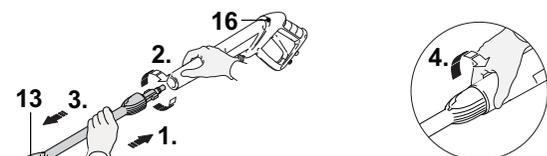

Fig. 12
1. La buse rotative (14) doit toujours être montée sur la lance d'extension fixe (13) (Fig. 12).